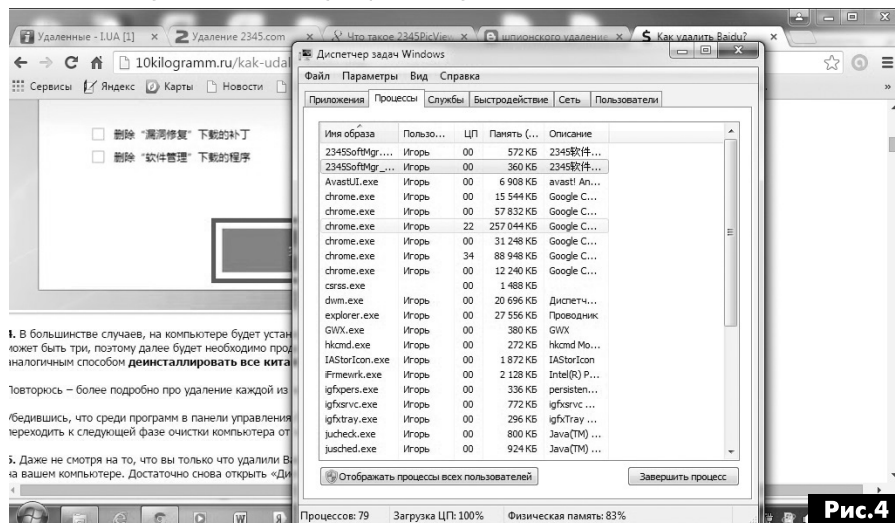

Рис.4
- В появившемся окне выбрать вкладку «Процессы» и отсортировать все запущенные на ПК процессы, нажав один раз на заголовок столбца «Имя образа», что облегчит поиск и завершение всех процессов, относящиеся к удаляемым программам (рис.4).